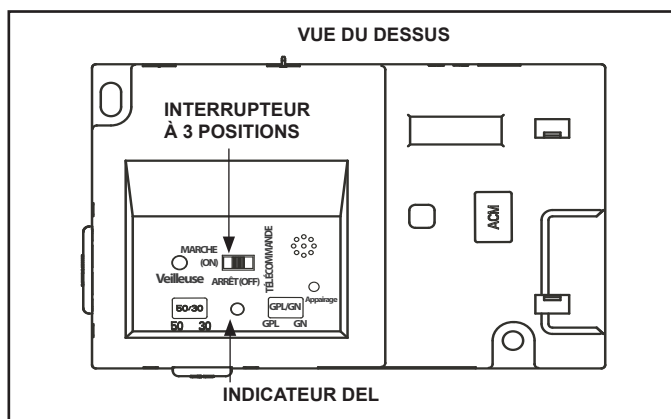

Figure 3.9 IFT-ECM
2. Réglez l'interrupteur de réinitialisation de l'encadrement sur la position « OFF ». Voir la figure 3.9. Assurez-vous que l'interrupteur du module d'allumage n'est **PAS** sur la position « ON ».
- Réglez l'interrupteur de réinitialisation de l'encadrement sur la position « ON ». Voir la figure 3.9. Assurez-vous que l'interrupteur du module d'allumage est en position « REMOTE ».
- Réglez l'interrupteur de réinitialisation de l'encadrement sur la position « ON ». Voir la figure 3.9.
- Glissez l'interrupteur ON/REMOTE/OFF sur la position ON. Voir la figure 3.9.
- Réglez l'interrupteur de réinitialisation de l'encadrement sur la position « OFF ». Voir la figure 3.9.